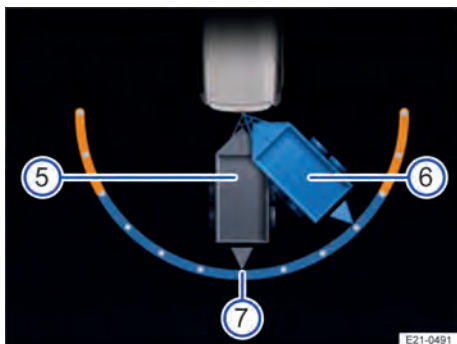

Fig. 136 Sur l'afficheur du combiné des instruments : réglage du sens de la marche de la remorque
Pour vous permettre de vous orienter, l'attelage est représenté dans sa position actuelle sur l'afficheur du combiné des instruments → fig. 136 ⑤.
5. Si nécessaire, corrigez l'angle vers la gauche ② ou vers la droite ③ à l'aide de la commande rotative.